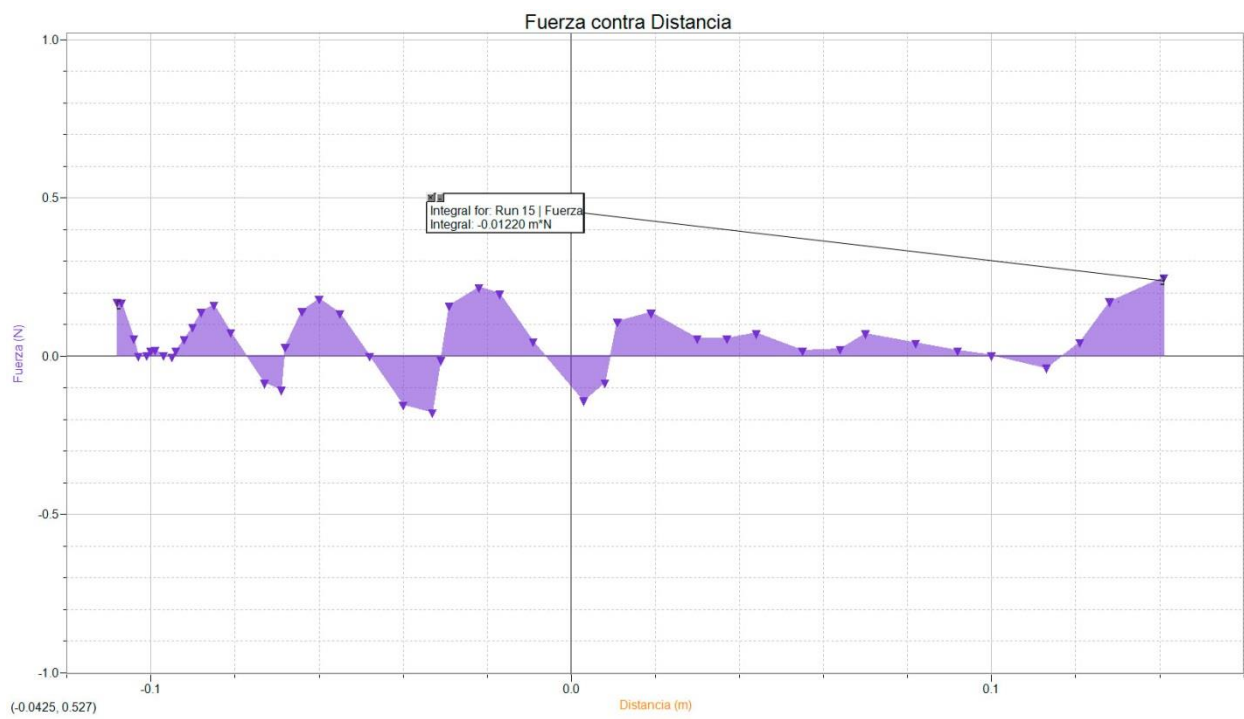

Figura 17. Gráfica de fuerza contra distancia del deslizador en el riel de aire.
- i) Hacer click en el título del eje horizontal para cambiar la variable de “Tiempo” a “Distancia”, obteniendo de esta forma una gráfica de fuerza contra distancia como la mostrada en la Figura 17.